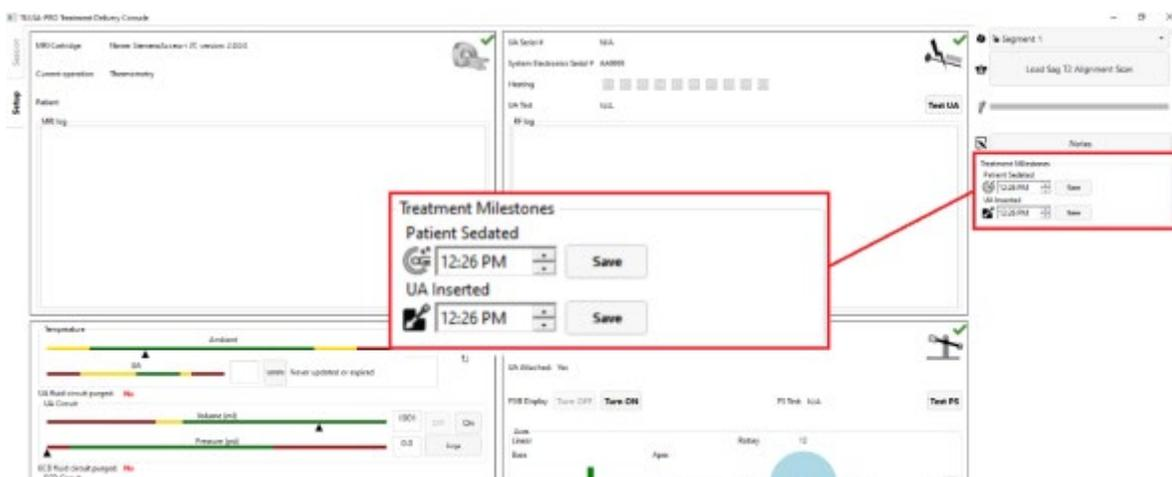

Figura 28: Introducción de los hitos del tratamiento en el espacio de trabajo de configuración del TDC
1. En el espacio de trabajo de *configuración* del TDC, introduzca los tiempos de sedación y de inserción de la UA en **Hitos del tratamiento** (*figura 28*).